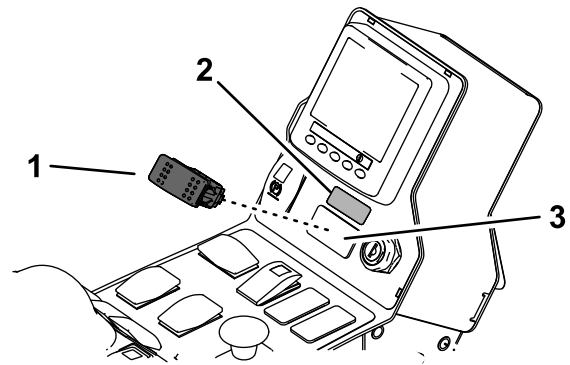

Bild 4
3. Entfernen Sie die Drückplatte vom Armaturenbrett und setzen Sie den Schalter ein (Bild 4).
4. Bringen Sie den Hilfsbremsenaufkleber über dem Schalter an (Bild 4).